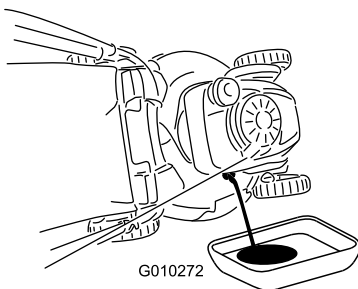

Figure 25
4. Inclinez la machine sur le côté (jauge en bas) pour vidanger l'huile usagée dans un bac de vidange par le goulot de remplissage (Figure 25).